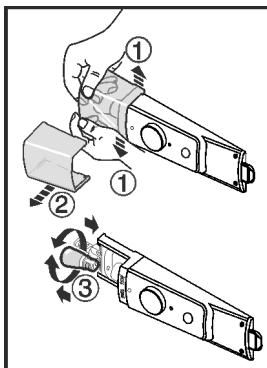

Fig. 11
- ▶ Kryt lampy podľa obrázka, vo vnútri, v prednej oblasti roztlače Fig. 11 (1) a kryt stiahnite nabok Fig. 11 (2).
- ▶ Vymeňte žiarovku. Fig. 11 (3)